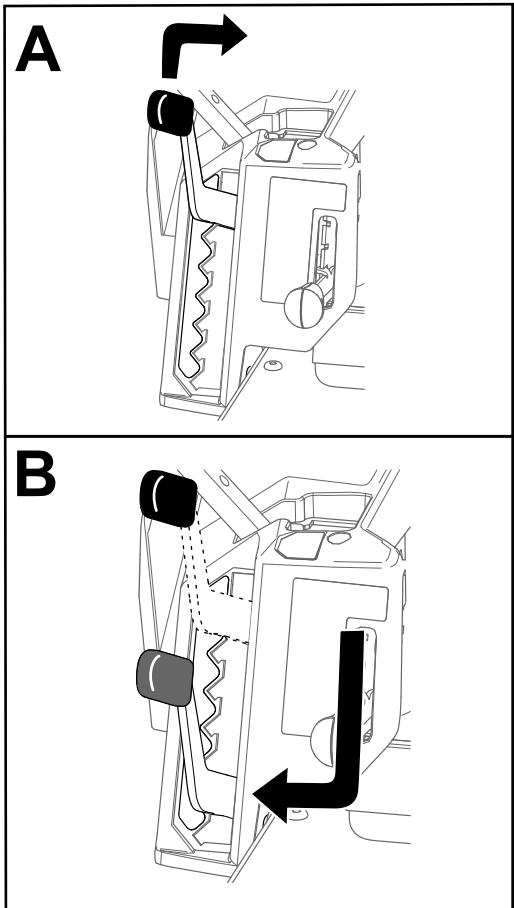

Bild 29
**Hinweis:** Die Transportstellung ist die höchste Schnitthöheneinstellung oder Schnitthöhe von 114 mm, wie in Bild 29 abgebildet.
Sie können die Schnitthöhe in Schritten von 13 mm von 38 mm bis 114 mm einstellen. Die Schnitthöhe wird von einem Hebel gesteuert, der sich rechts von der Bedienposition befindet (Bild 29).